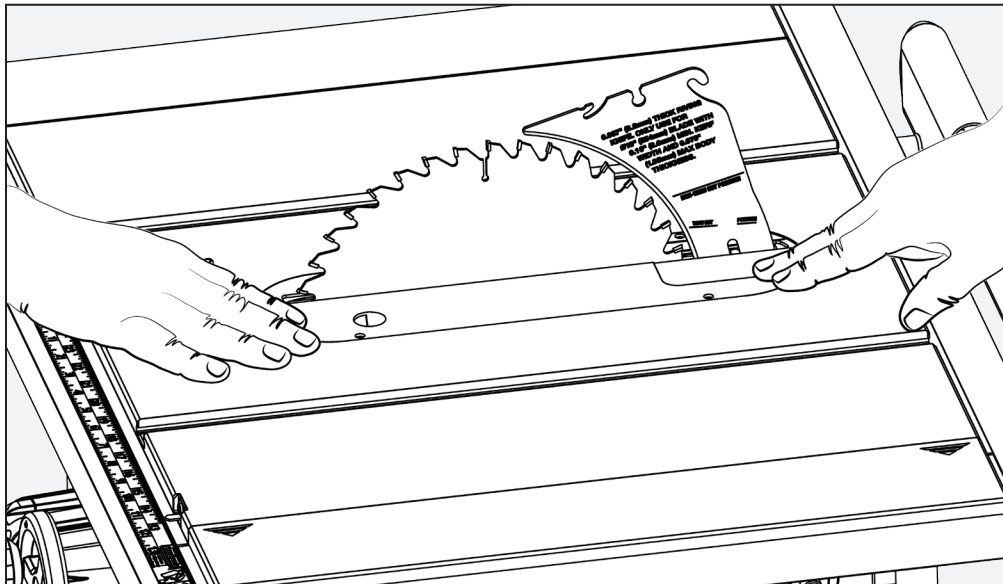

FIGURE 23
Placer la plaque de la gorge au niveau de la table en utilisant (4) vis à tête plate. Voir figures 23 et 24. Pour plus de détails sur le nivellement de la plaque à gorge, voir page 29.